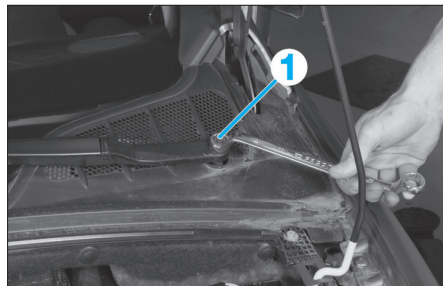

Fig. 92
• Déposer sur chaque bras d'essuie-vitre, les écrous de fixation (1) (Fig.92).